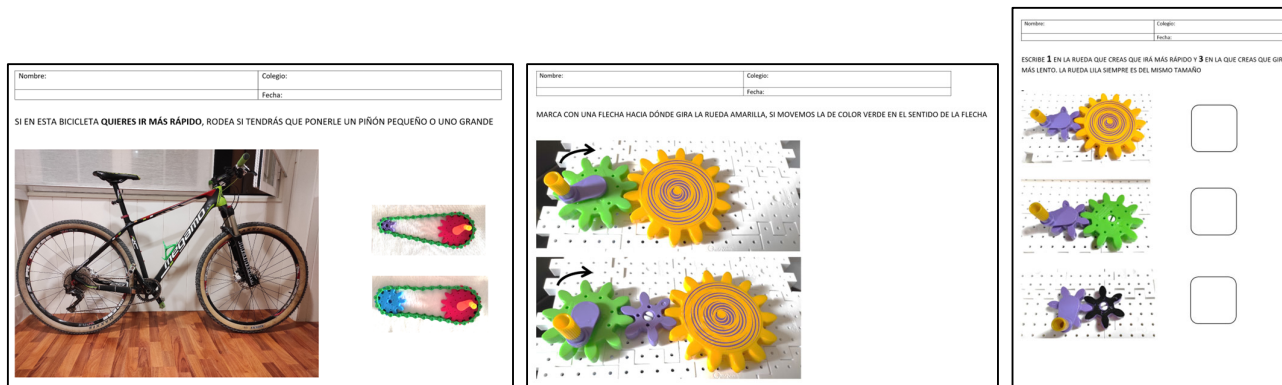

Figura 4. Fichas de evaluación inicial y final.
**Desarrollo:** el docente facilitará a los alumnos las fichas de evaluación que se han incluido entre el material (Figura 4). En la primera, se trata de averiguar si el niño sabe si se amplifica el movimiento con ruedas conducidas grandes o pequeñas, en un caso real y conocido. En la segunda, debemos averiguar si aprende que el movimiento de la rueda conducida es inverso a la conductora. La tercera, deberá indicar en qué caso la velocidad de la rueda conducida es mayor y menor, considerando que la conductora es igual en los tres casos y la velocidad de esta es el mismo.
**Materiales:** fichas suministradas y que son las mismas de la actividad inicial (Figura 4).
Al finalizar el curso, o cuando la maestra considere que debe terminar esta temática, por favor, que distribuya estas fichas de evaluación (Figura 4) y siga el procedimiento de la actividad inicial. En la primera ficha, los niños rodearán el “piñón” que crean que deberán poner a su bicicleta para ir a más velocidad (la superior). En la segunda, harán una flecha indicando el sentido del movimiento de la rueda amarilla, sabiendo que la conductora (verde) gira hacia la derecha (sentido horario). En la tercera, nuevamente se evalúa la amplificación o reducción de velocidad, marcando un 1 en la rueda conducida que consideren que irá más rápido (la negra) y un 3 en la que irá más lenta (engranaje amarillo).